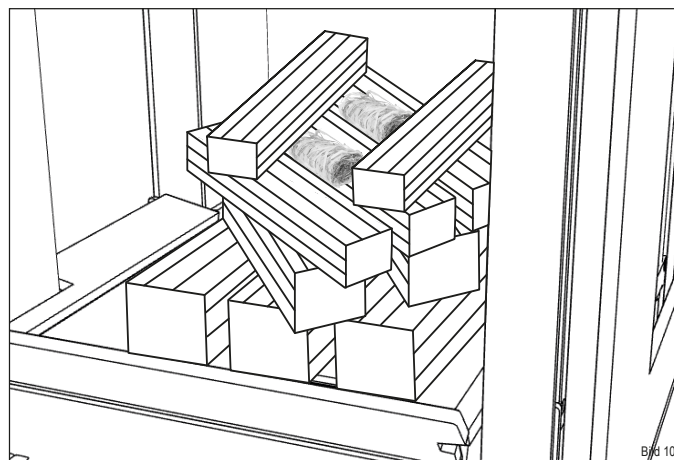

Bild 10
- ▶ Platzieren Sie die Holzscheite mittig auf dem Gußrost im Feuerraum (Bild 10):
- ▶ die ersten 3 (1) in Längsrichtung zur Feuerraumscheibe
- ▶ die nächsten 2 (1) quer darüber
- ▶ die nächsten 3 (2) längs darüber
- ▶ die nächsten 2 (2) quer darüber
- ▶ die Anzündhilfe (3) mittig zwischen die oberen Holzscheite